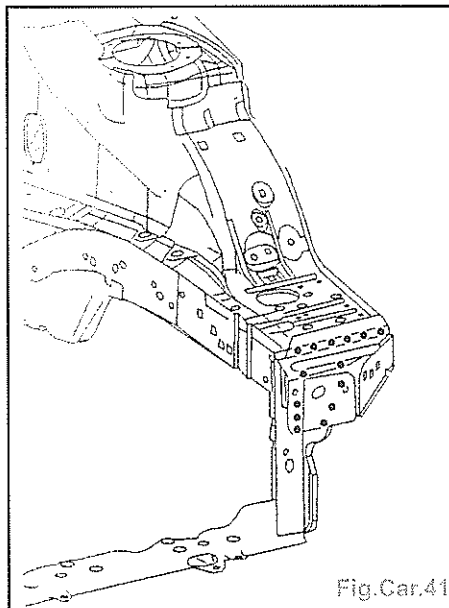

Fig.Car.41
- Poser l'appui absorbeur pare-chocs (Fig. Car.41).